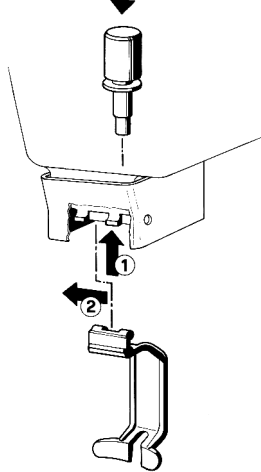

figura 13
- 2 - Montar la palanca mando grifo (1-2) y enfilear (3) el pistón unido a la junta (ver figura 13).